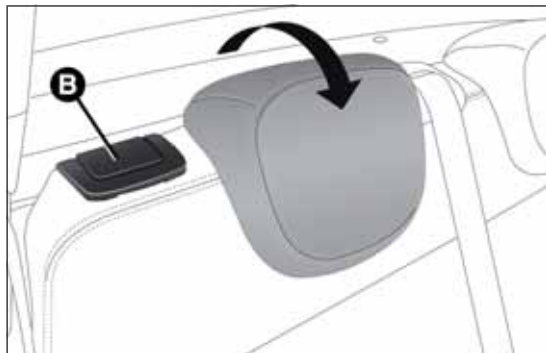

fig. 3
- ☐ levantar la palanca de desenganche B fig. 3 para abatir completamente el asiento de la segunda fila: el respaldo y el cojín se abatirán automáticamente